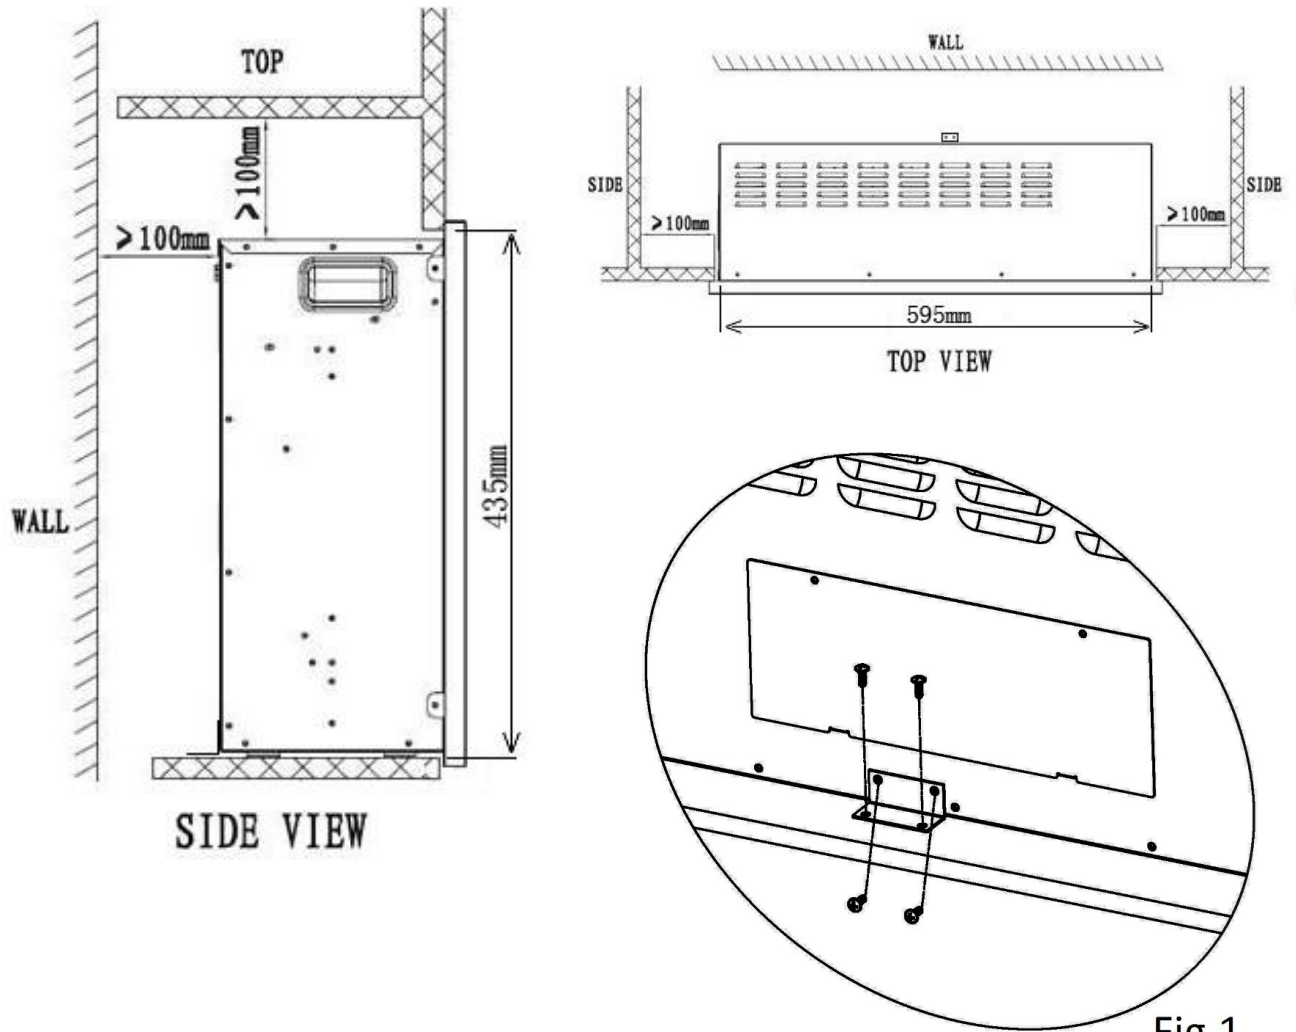

Fig.1
- Fixer l'insert au manteau via l'équerre et les vis (voir Fig.1)